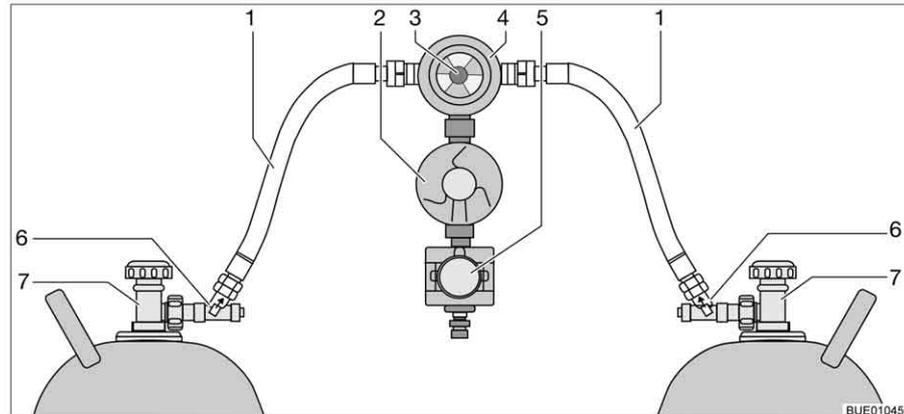

Bild 121 Crash-Protection-Unit-Umschaltanlage
Die Crash-Protection-Unit besteht aus zwei Durchflussbegrenzern mit manueller Entriegelung (Bild 121,6), einem Umschaltventil (Bild 121,4) mit Druckregler (Bild 121,2), einem Elektroventil (Bild 121,5) und der Bedieneinheit mit dreifarbigem LED. Das Umschaltventil ist zwischen den beiden Gasschläuchen (Bild 121,1) montiert.
Mit dem Drehknopf (Bild 121,3) am Umschaltventil lässt sich bestimmen, welche der Gasflaschen als Betriebsflasche und welche Gasflasche als Reserveflasche verwendet wird.
An der Bedieneinheit (Bild 122) können nur die elektrischen Funktionen geschaltet werden. Die Haupt-Absperrventile der Gasflaschen (Bild 121,7) und die Entriegelungen (Bild 121,6) müssen von Hand geöffnet werden.
- Haupt-Absperrventile an den Gasflaschen (Bild 121,7) öffnen.
- Entriegelungen (Bild 121,6) nacheinander 10 Sekunden lang drücken.
- Mit dem Drehknopf (Bild 121,3) am Umschaltventil (Bild 121,4) die Gasflasche wählen, der vorrangig das Gas entnommen werden soll (Betriebsflasche).
- Haupt-Absperrventile an den Gasflaschen (Bild 121,7) schließen.